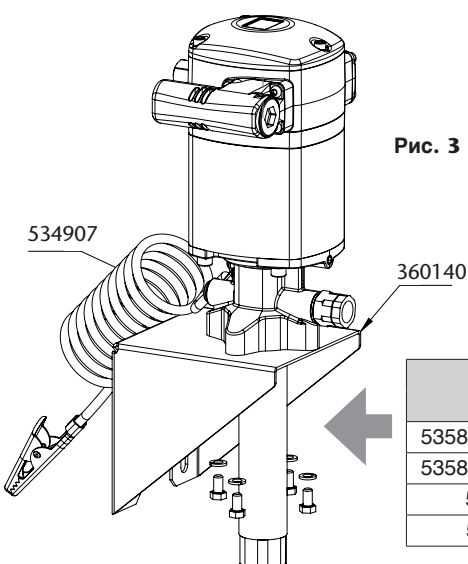

Рис. 3
- b. Настенная установка с помощью винтов. Вставить насос в настенный кронштейн арт. (360140) и закрепить его 4 винтами M8 (Рис. 3).